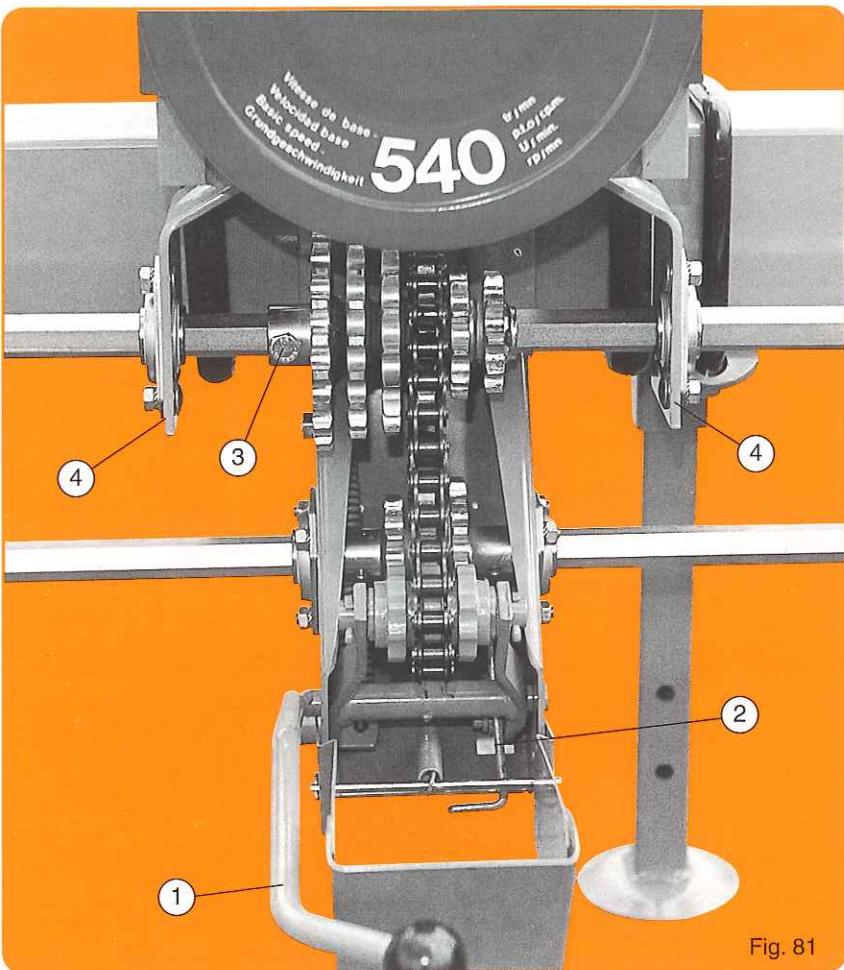

Fig. 81
- Montage normal (fig. 81) pour semoir à nombre de rangs pair et inter-rangs supérieur à 45 cm.
Normale Montage (Abb. 81) für Sämaschinen mit gerader Reihenanzahl und Reihenabstand über 45 cm.
- Normal assembly (fig. 81) for planters with an even number of rows and inter-row spacing over 45 cm (18").
- normale montage (fig. 81) voor een zaaimachine met een even aantal rijen en voor een rijafstand van meer dan 45 cm.